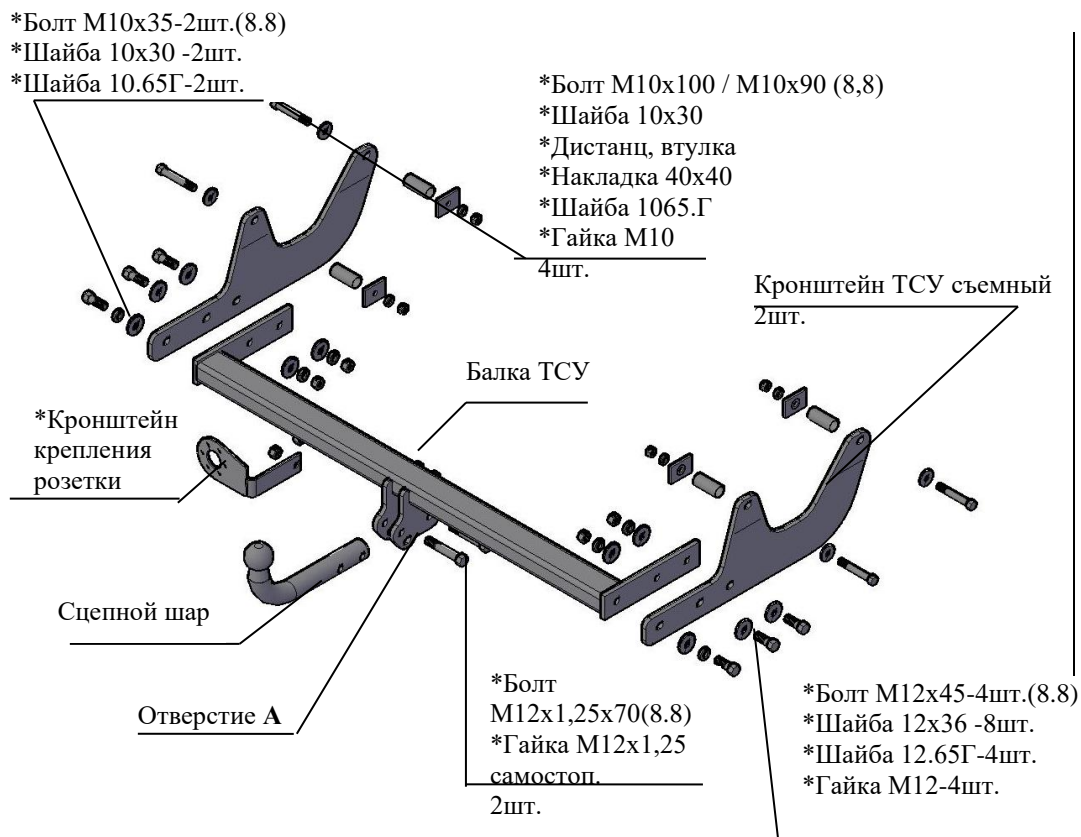

Рис.1 Тягово-сцепное устройство 2011.
2.1 ТСУ 2011.С в сборе (рис.1)	1 шт.
2.2 Пакет с комплектующими (см. рис.1)	1 шт.
4.2 Закрепить съемные кронштейны ТСУ к наружным полкам лонжеронов а/м болтами М10х100 (для Лада Ларгус Кросс – болтами М10х90), соблюдая положение болтов в соответствии с рис.1, внутрь лонжеронов установить дистанционные втулки, шайбы 10х30 установить под головки болтов, под гайки подложить накладки 40х40 и шайбы 10.65Г. Крепеж не затягивать.